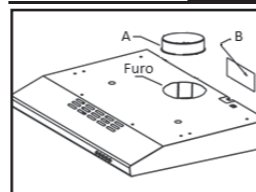

Fig. 6
- Na sequência, após definir a posição de fixação do duto flexível na parede ou no teto, faça o furo (diâmetro Ø125mm), que deve ser feito em linha reta em relação ao aparelho, tomando como referência (Fig. 6) as medidas que indicam as várias possibilidades.